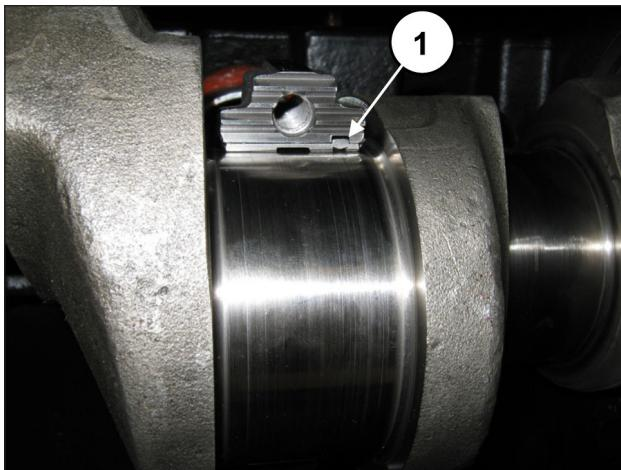

Fig. 68
Para montar correctamente los cojinetes, la lengüeta de referencia de los semicojinetes debe encajar en el alojamiento de la semibiela (pos. ①, Fig. 68).